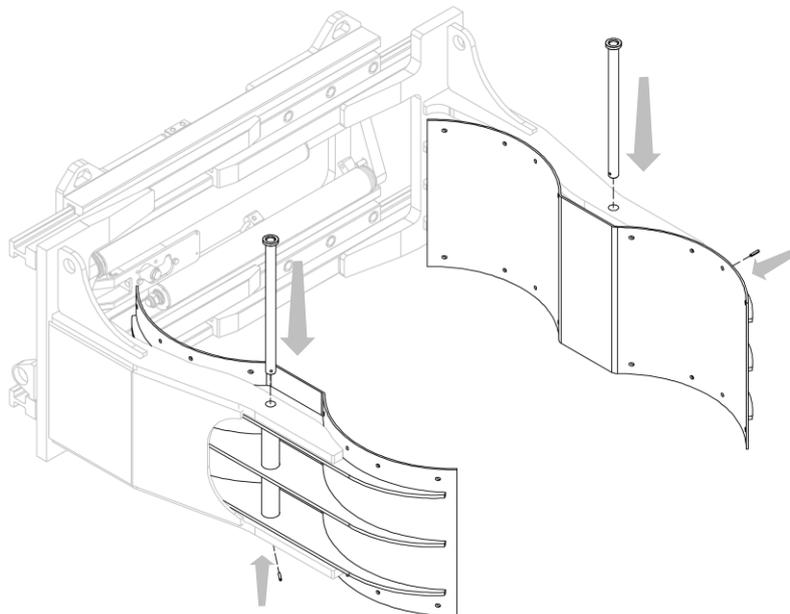
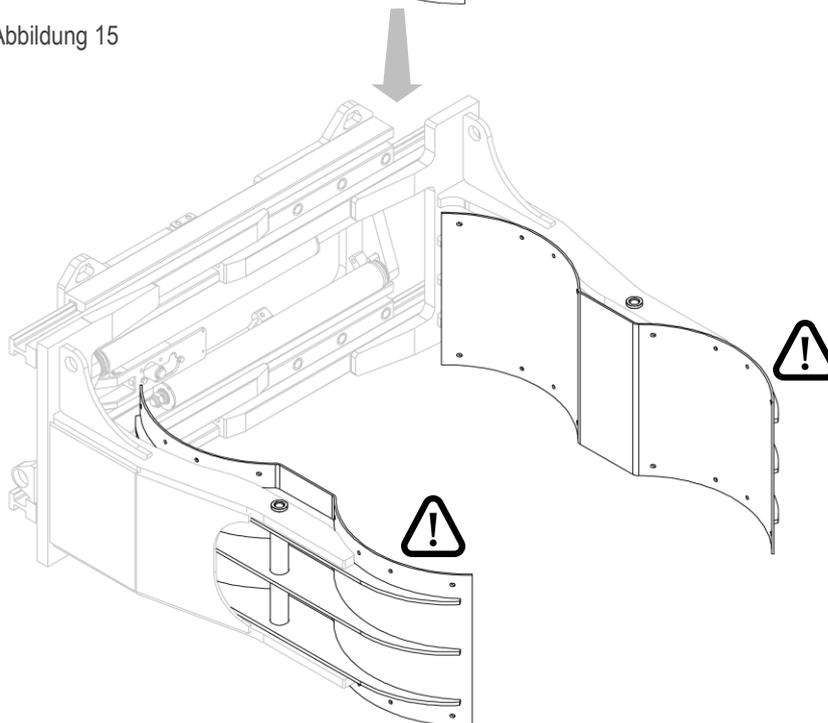

Abbildung 15
Abbildung 16
3. Die Spannbacken auf die Gabelzinken montieren und mit den Bolzen und Gummisplinten sichern (siehe *Abbildung 15* und *Abbildung 16*).